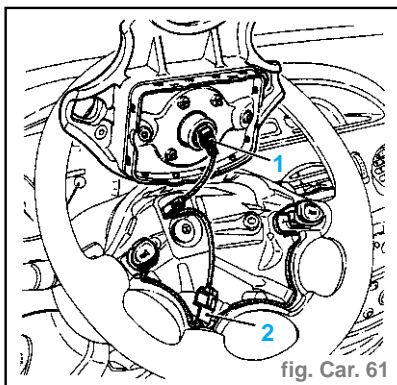

fig. Car. 61
- Déposer le coussin airbag par ses deux vis situées derrière le volant et débrancher son connecteur blanc (1) (fig. Car. 61)